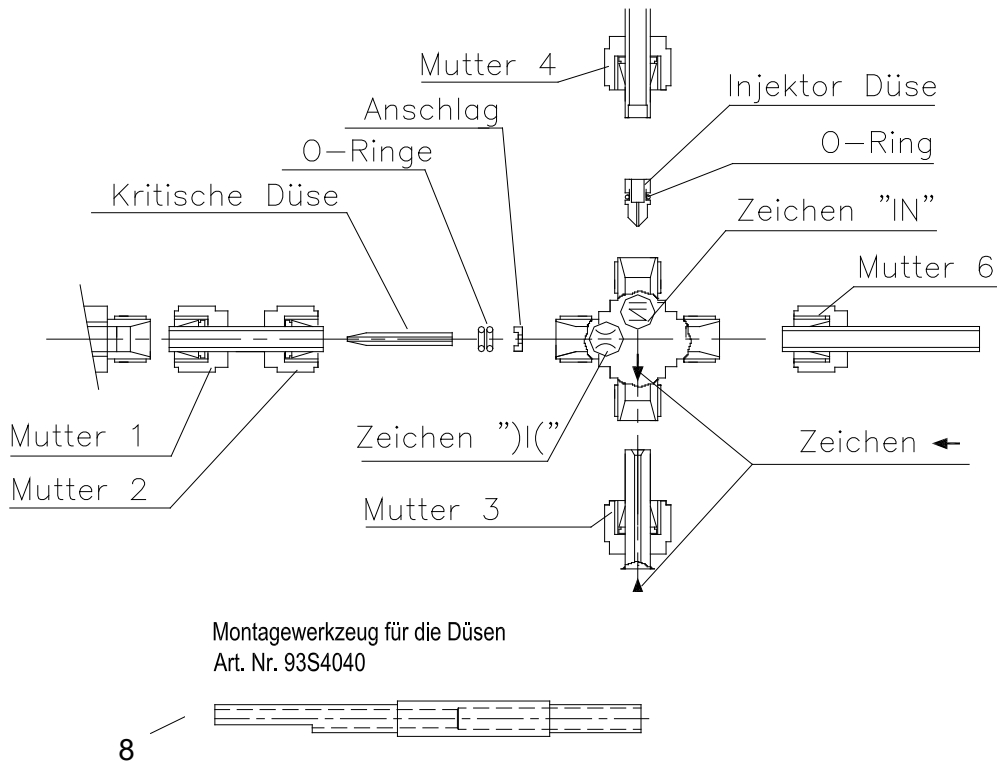

Abbildung 14 Kreuzstück mit kritischer Düse und O-Ring-Dichtungen
Abbildung 14 zeigt die Lage der kritischen Düse im Verdünnungskreuzstück und die O-Ring-Dichtungen.
- Mit dem Montagewerkzeug (Pos. 8, Abbildung 14) die Injektordüse von der Strahlrohrseite herausdrücken;
- Kritische Düse mit Düsensitz und O-Ring mit dem Montagewerkzeug (Pos. 8, Abbildung 14) vorsichtig von der Gegenseite aus dem Kreuzstück herausdrücken;
Zum Wechsel der Injektordüse siehe Abbildung 14: